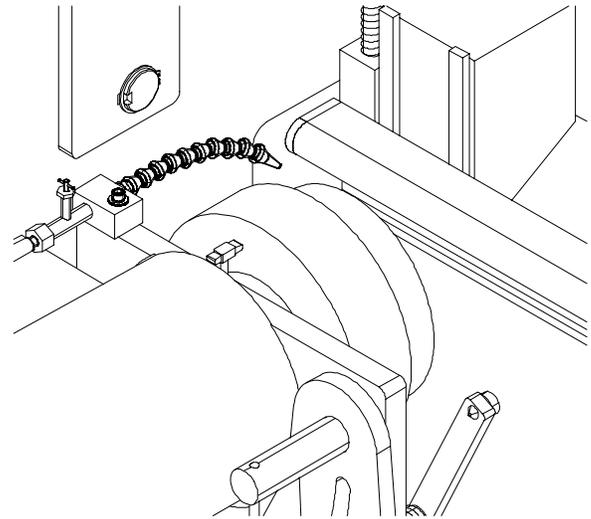

FIG. 33
**REMARQUE :** La zone de la meule d'affûtage qui entre en contact avec la contre-lame se trouve du côté gauche de la meule. Lors de l'affûtage de l'extrémité gauche de la contre-lame, la zone de la meule qui ne touche pas la contre-lame est toujours au-dessus de la contre-lame (voir FIG. 33). Lorsque vous allez à l'extrémité droite de l'affûteuse, la meule traverse complètement la contre-lame.